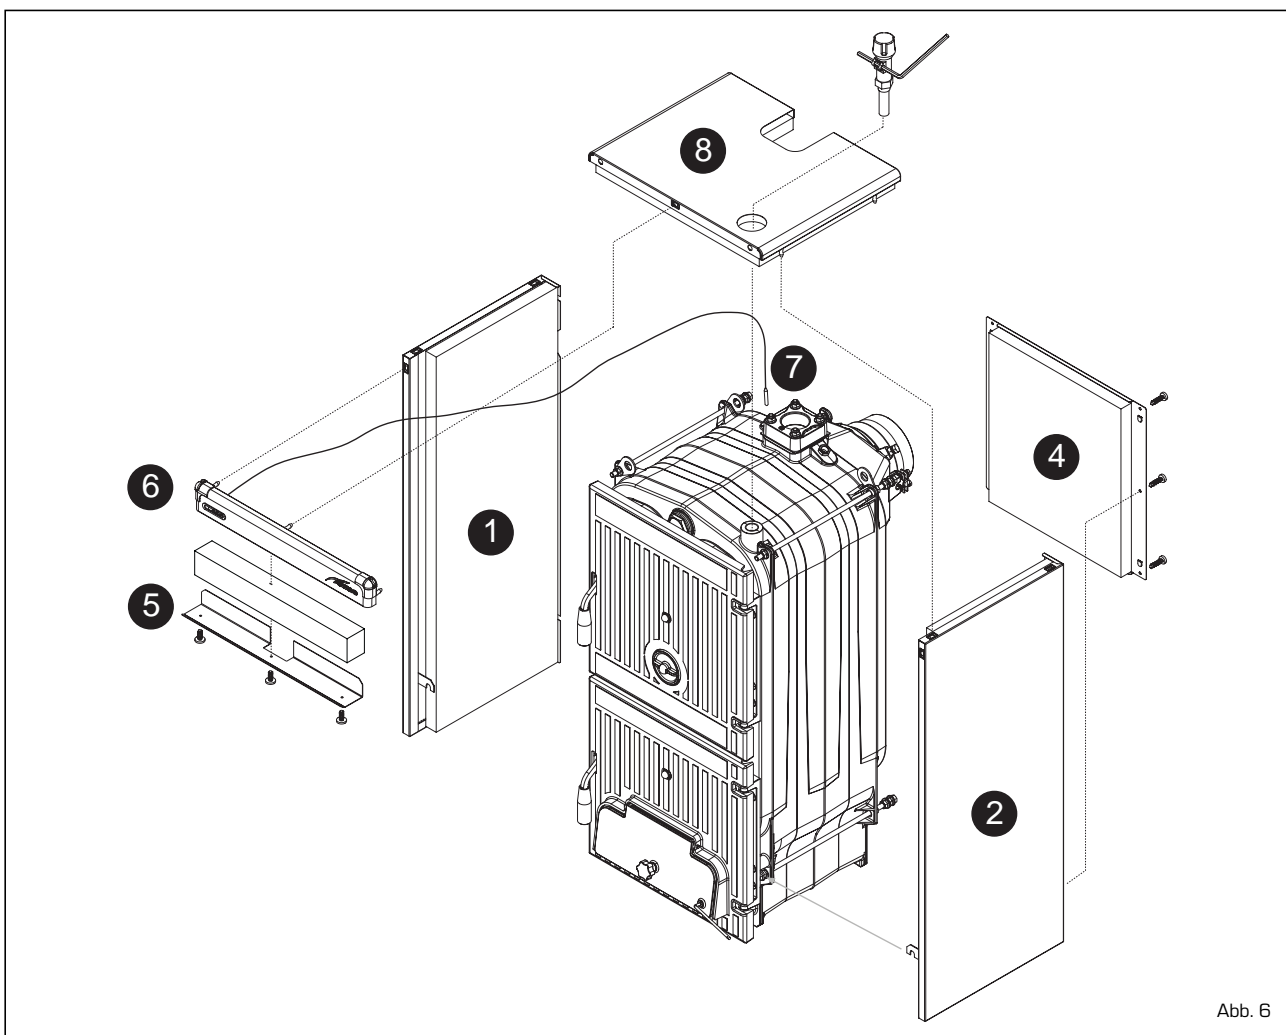

Abb. 6
- Den Hebel M6 (3) am Zuluftschieber befestigen, indem er gegen rechts in die waagerechte Stellung gebracht wird. An dem Ende des Hebels befindet sich eine Bohrung, durch die die Kette des Thermostatreglers geführt wird.
4.5 MONTAGE DES MANTELS (Abb. 6)